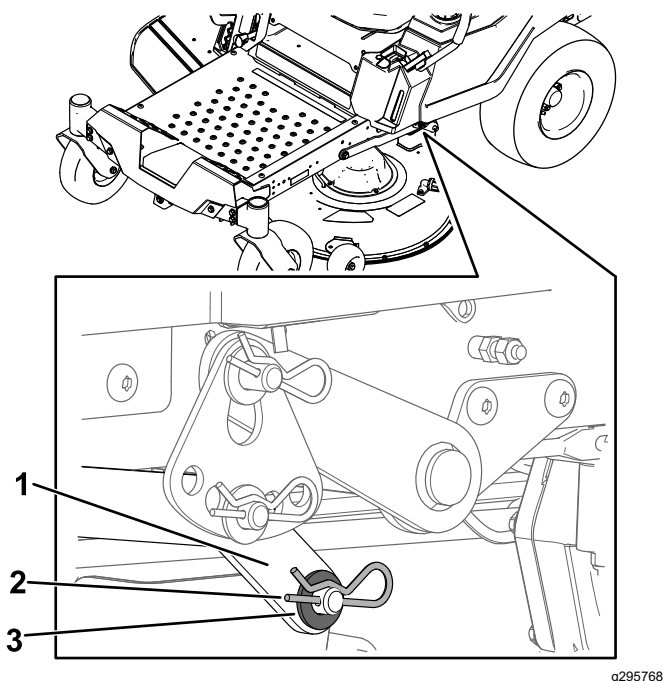

Figure 67
6. D'un côté de la machine, retirez la rondelle et la goupille fendue de l'axe du tablier (Figure 67).
7. Déposez le bras de levage de l'axe du tablier (Figure 67).
5. D'un côté de la machine, soulevez l'arrière du tablier de coupe et installez le bras de levage sur l'axe du tablier (Figure 67).
6. Installez le bras de levage avec la rondelle et la goupille fendue (Figure 67).